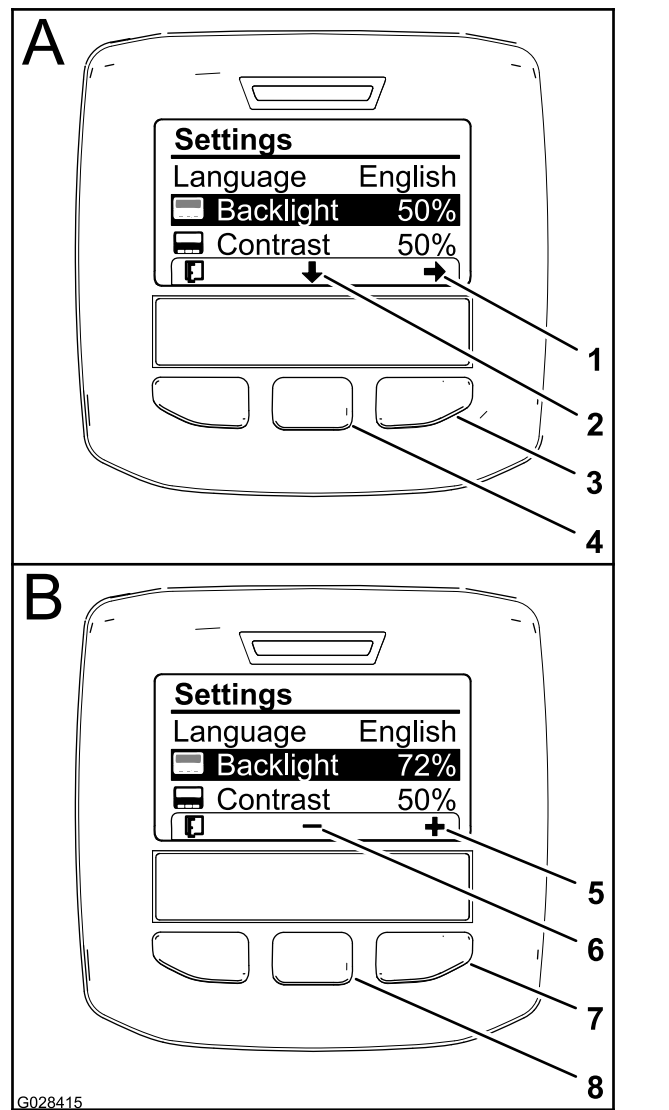

Figura 22
2. Per regolare il livello della retroilluminazione del display, premete il pulsante di selezione centrale (il pulsante sotto l'icona a forma di freccia rivolta verso il basso nel display) per spostare l'opzione selezionata verso le impostazioni della Retroilluminazione (Figura 22).
3. Premete il pulsante di selezione destro per visualizzare il contesto della regolazione del valore (Figura 22).
4. Usate il pulsante di selezione centrale e il pulsante di selezione destro per modificare il livello di luminosità del display (Figura 22).
5. Premete il pulsante di selezione sinistro (il pulsante sotto l'icona dell'elenco nel display) per salvare la vostra selezione, uscire dal menu della Retroilluminazione e tornare al menu delle Impostazioni (Figura 22).
6. Per regolare il livello del contrasto del display, premete il pulsante di selezione centrale (il pulsante sotto l'icona a forma di freccia rivolta verso il basso nel display) per spostare l'opzione selezionata verso le impostazioni del Contrasto (Figura 22).
7. Premete il pulsante di selezione destro per visualizzare il contesto della regolazione del valore (Figura 22).
8. Premete il pulsante di selezione sinistro (il pulsante sotto l'icona dell'elenco nel display) per salvare la vostra selezione, uscire dal menu del Contrasto e tornare al menu delle Impostazioni (Figura 22).
9. Premete il pulsante di selezione sinistro per uscire dal menu Impostazioni e tornare al menu Principale (Figura 20 e Figura 22).
10. Premete il pulsante di selezione sinistro per tornare alla schermata iniziale (Figura 22).